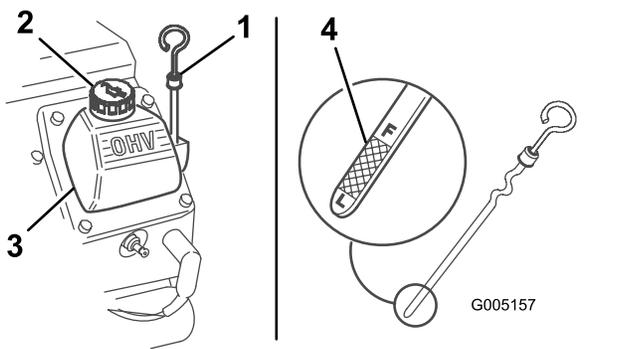

Figure 23
3. Nettoyez la surface autour de la jauge (Figure 23).
- Sortez la jauge d'huile et essuyez soigneusement l'extrémité métallique (Figure 23).
- Enfoncez la jauge complètement dans le tube (Figure 23).
- Si le niveau d'huile est trop bas, nettoyez la surface autour du bouchon de remplissage et enlevez le bouchon (Figure 23).
- Versez lentement une quantité d'huile suffisante dans le couvreur-culasse pour amener le niveau au repère du plein (F).
12. Enlevez le bouchon de remplissage (Figure 23) et versez lentement environ 80 % de la quantité d'huile spécifiée dans le couvre-culasse.
14. Faites l'appoint d'huile avec précaution pour faire monter le niveau jusqu'au repère maximum (F) sur la jauge.